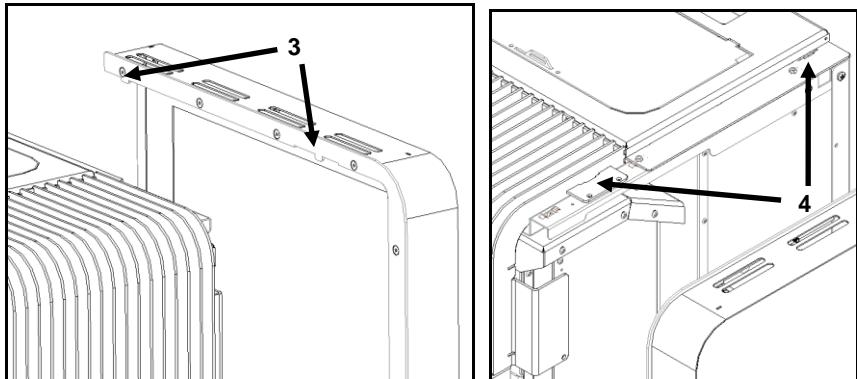

Figura 86 – Colocação das envelopentes Aspen
d) De seguida, encaixar primeiro os furos inferiores **1** das capas laterais, nos guias **2** que se encontram no fundo da máquina, depois no sentido descendente encaixar os apoios **3** nos rasgos **4**, como demonstra a Figura 86.